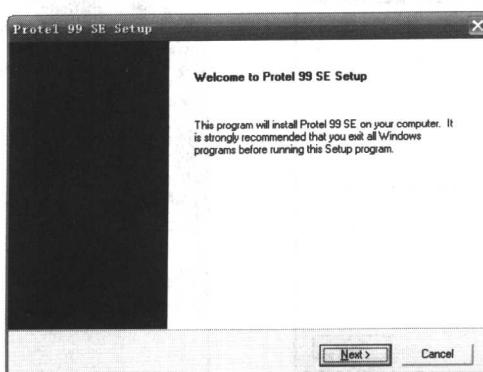

图 1-1 Protel 99 SE 安装向导对话框
(1) 在 Windows 操作系统下双击安装目录里的“steup.exe”文件，会弹出如图 1-1 所示的安装向导对话框。